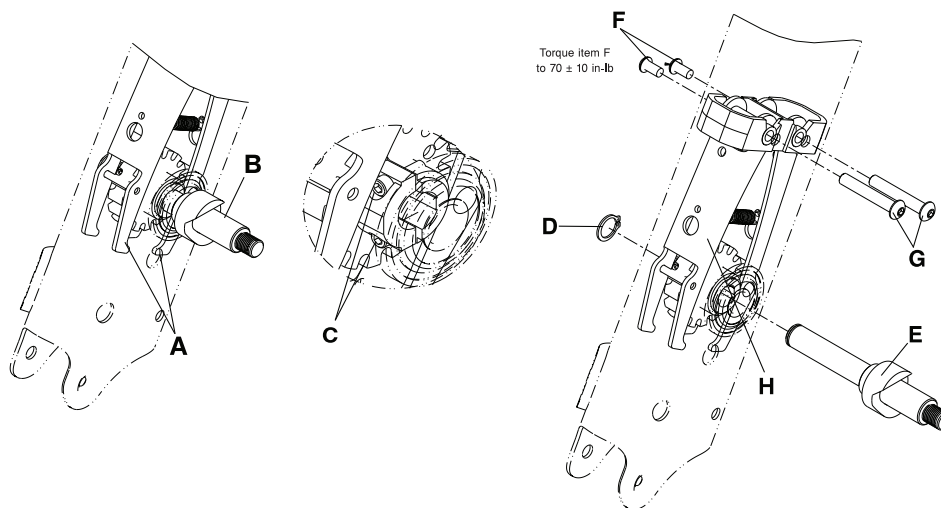

Figure 2-30 : Remplacement de l'ensemble de branches de frein
2. Avec une main, ouvrir manuellement les branches du frein (A). Avec l'autre main, faire tourner manuellement l'ensemble d'arbre de la roue arrière (B) afin que les vis d'assemblage à six pans creux (C) soient face à la partie inférieure du fauteuil (Figure 2-30 à la page 2-47).
3. À l'aide d'une clé à 6 pans de 9/64", desserrer les deux vis d'assemblage à six pans creux (C) sur l'ensemble d'arbre de la roue arrière (B) (Figure 2-30 à la page 2-47).
4. À l'aide de la pince pour circlip, retirer la bague de retenue (D) (Figure 2-30 à la page 2-47) qui maintient l'ensemble d'arbre de la roue arrière (E) (Figure 2-30 à la page 2-47) au châssis du fauteuil. Conserver la bague de retenue.
5. Retirer l'ensemble d'arbre de la roue arrière (E) (Figure 2-30 à la page 2-47).
6. À l'aide d'une clé à 6 pans de 5/32" et d'une clé à 6 pans de 3/16", retirer les vis (F) et les écrous-entretoises des branches de frein (G) qui fixent l'ensemble de branches de frein (H) (Figure 2-30 à la page 2-47). Lors de la réinstallation des vis (F), utiliser une clé dynamométrique de 3/8" pour serrer les vis à un couple de  $70 \pm 10$  in-lb ( $8 \pm 1,1$  Nm).
7. Retirer et jeter l'ensemble de branches de frein (H) (Figure 2-30 à la page 2-47).